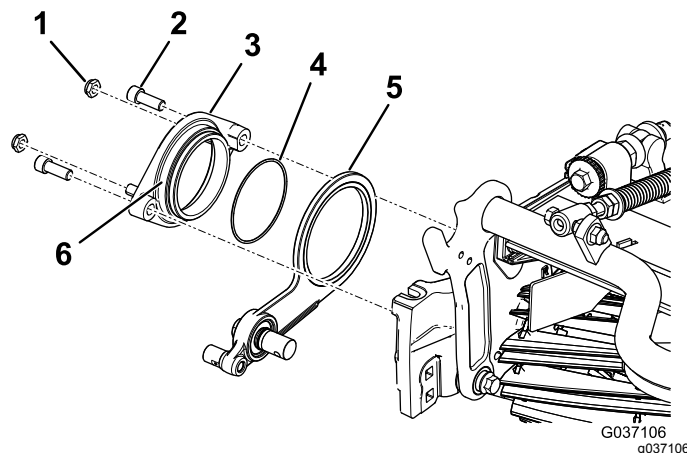

Рисунок 9
3. Нанесите противозадирный состав по наружному диаметру поворотной ступицы в сборе (Рисунок 9).
4. Прикрепите поворотную ступицу поверх натяжного ролика в сборе к барабану с помощью 2 болтов с внутренним шестигранником (Рисунок 9).
5. Установите, не затягивая, две контргайки на поворотную ступицу (Рисунок 9).